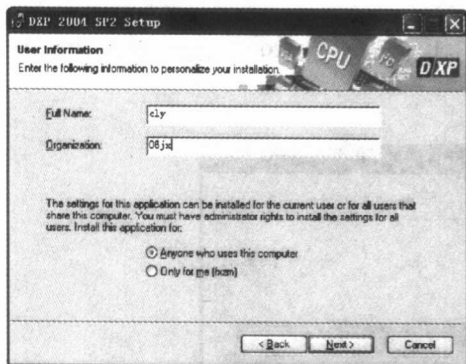

图 1-4 输入用户信息
④ 选择【I accept the license agreement】,单击【Next】按钮,进入如图 1-4 所示的安装窗口。